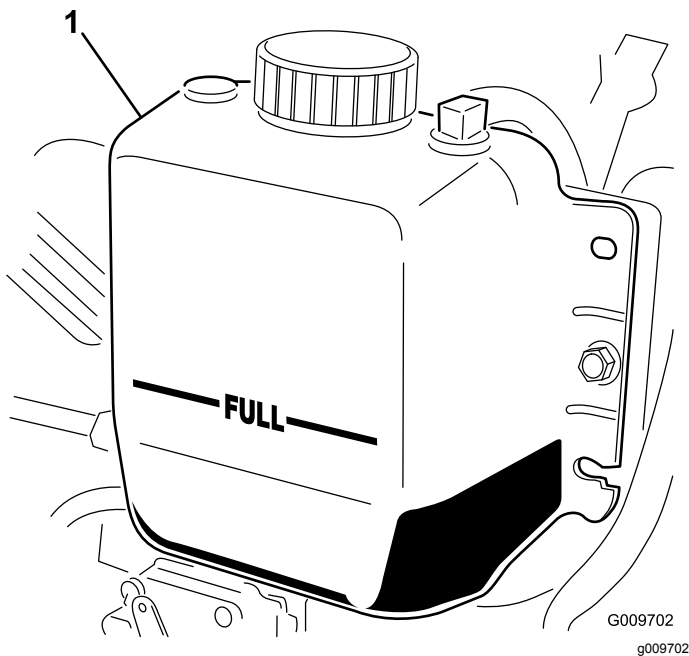

Bild 15
2. Prüfen Sie den Kühlmittelstand im Kühler. Der Kühler sollte bis zur Oberseite des Einfüllstutzens und das Ausdehnungsgefäß bis zur Voll-Markierung gefüllt sein (Bild 15).